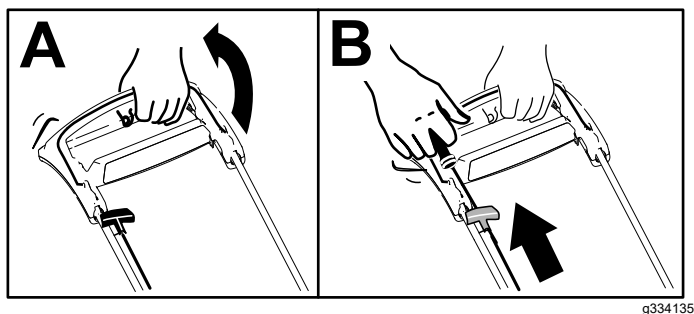

Figure 13
1. Maintenez la barre de commande de la lame contre la poignée (A de Figure 13).
2. Tirez légèrement la poignée du lanceur jusqu'à ce que vous sentiez une résistance, puis tirez vigoureusement et laissez le lanceur se rétracter lentement jusqu'au guide-câble sur le guidon (B de Figure 13)